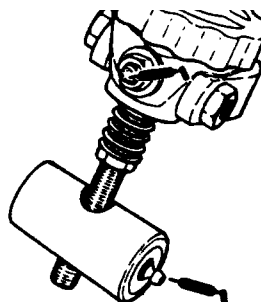
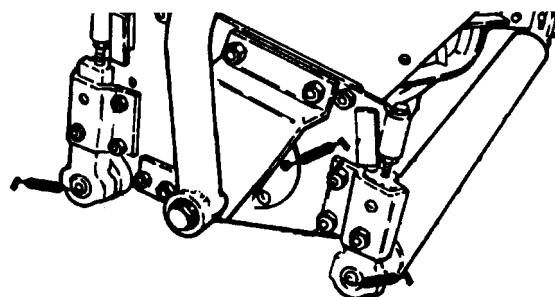

Fig. 30
Fig. 31
Klippeenhetens smørepunkter: enkeltpunkts justeringsknapp (2) (fig. 30), sylindrerflenslager (2) og fremre og bakre valser (fig. 31).